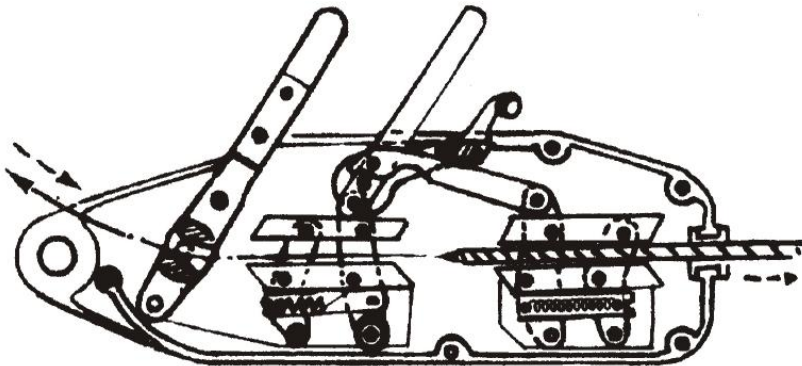

Fig1. Mouflage et réception du câble :
1. Reeve : (Fig. 1) Avec la tête du câble vers le bas et en appuyant sur le palan, poussez la poignée détendue. Lorsque vous entendez un clic, la bouche de la pince est ouverte. Vous pouvez alors faire passer le câble métallique du trou arrière au palan. Une fois le câble sorti, vous pouvez le
(4.) Tirez le câble (Fig. 1) : Une fois le travail terminé, la bouche de la pince s'ouvre dès que la poignée de détente est poussée et le câble métallique peut alors être tiré hors de l'extrémité du palan. Nettoyez la saleté sur le câble, enroulez-le dans la croix en acier en bon état pour qu'il soit prêt à être utilisé la prochaine fois.